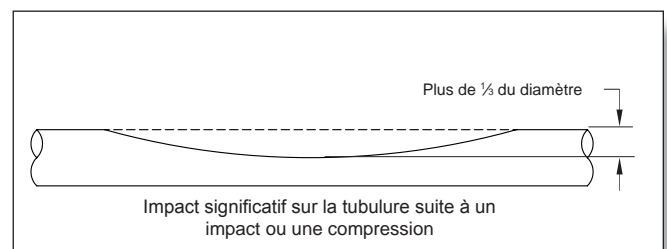

FIG. 5-3 Réparation requise
- La tubulure a été endommagée de manière significative (FIG. 5-3).